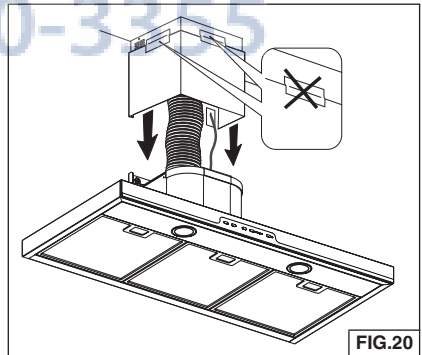

FIG.20
9. Retire la cinta de los conductos de humo y bájelos a su posición en la campana. Fig. 20.